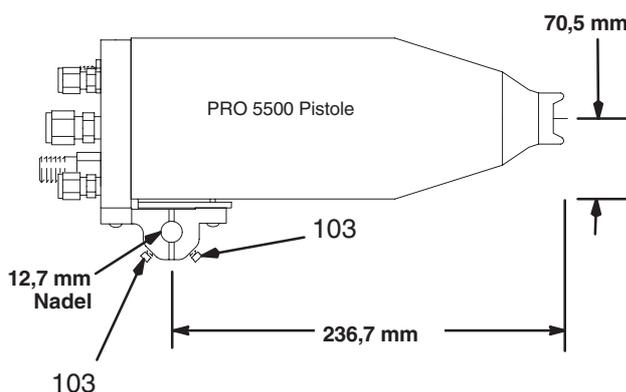
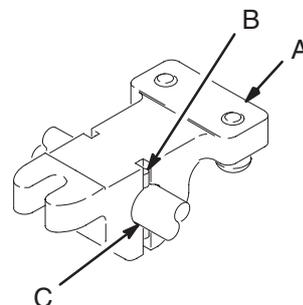

Abb. 3
Abb. 4
1. Die beiden Schrauben (103) der Montagehalterung lösen und Montagehalterung auf eine 12,7 mm-Befestigungsnadel schieben. Siehe Abb. 3.
2. Pistole positionieren und die beiden Schrauben (103) gut festziehen.
ANMERKUNG: Für eine bessere Positionierung hat die Montagehalterung (A) einen 3,2 mm-Schlitz, in welchen ein Stift (B-nicht enthalten) durch die Befestigungsnadel (C) eingeführt werden kann. Siehe Abb. 4.